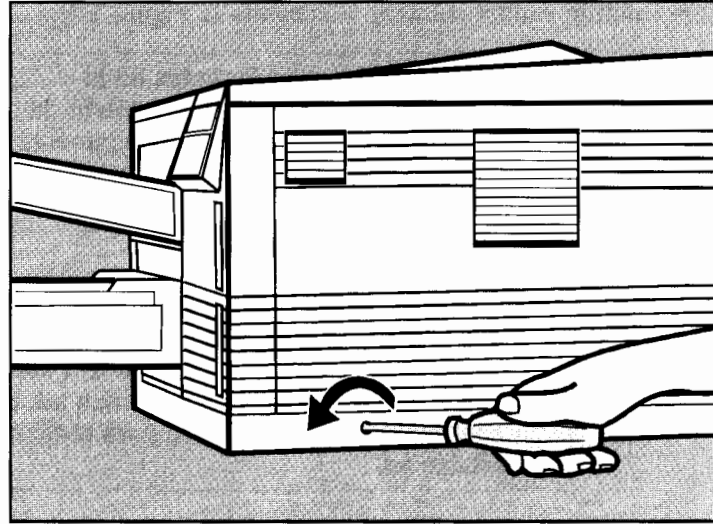

Figura 1-2. Cómo Retirar los Tornillos del Panel Lateral
5. Utilice un destornillador Phillips #2 para retirar los dos tornillos de la parte inferior del panel lateral (consulte la Figura 1-2).